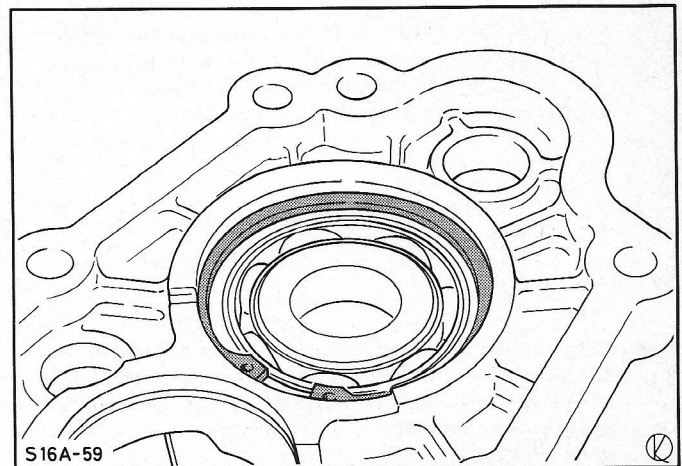

Fig. 20 Kogellager van hoofdas in tussenplaat borgen.
31. Breng het kogellager van de hoofdas aan in de tussenplaat en borg het lager, fig. 20.